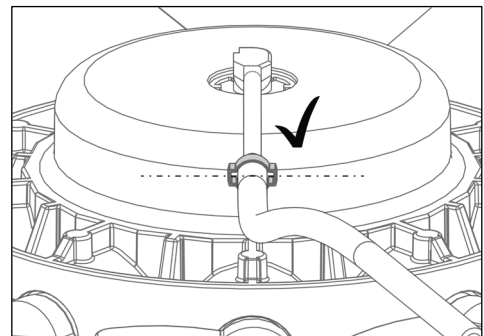

図 : 18
- 10) ホースクランプを図 : 18 のように配置します。